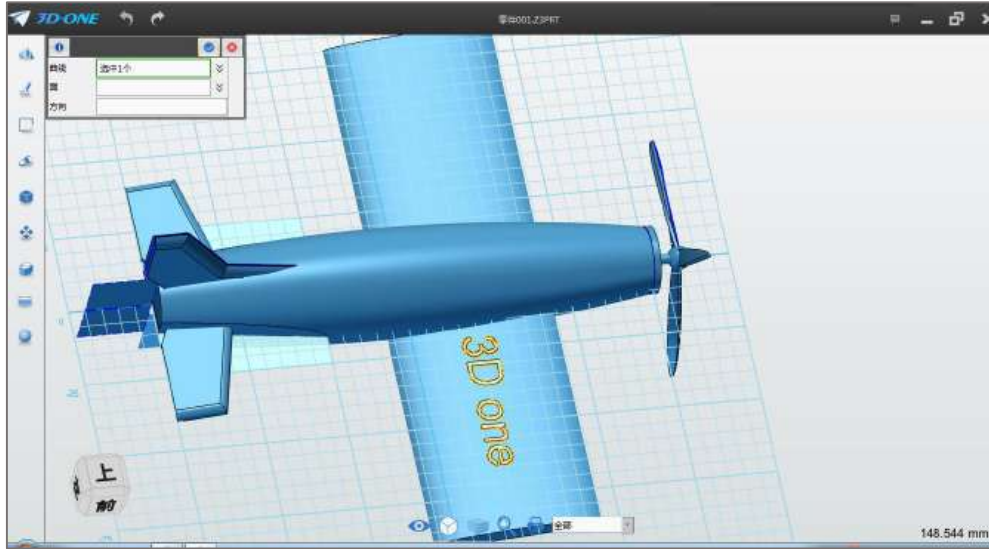

图 4-7
Step 7 点击确定，完成旋转。点击 finish 按钮 ，退出草图编辑状态，选择投影边线命令 ，曲线选择绘制的文字图形，如下图 4-7 所示：